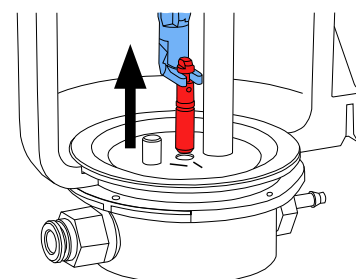

Fig. 11
- Afferrare l'ugello dosatore con l'attrezzo e sfilarlo verso l'alto (Fig. 11).